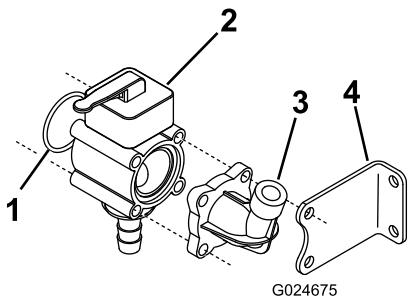

Figura 4
- Installate l'O-ring, gruppo valvola manuale, lo sportello del manometro rimosso in precedenza e la staffa di stabilizzazione utilizzando le 4 aste filettate, i dadi e le rondelle piatte conservate; fate riferimento a Figura 4.